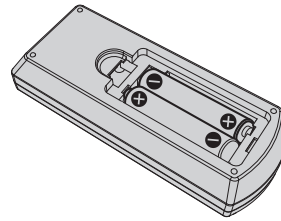

図 2
- 2) 電池を入れ、ふたを閉じる（ $\ominus$ 側から先に入れます）（図 2）